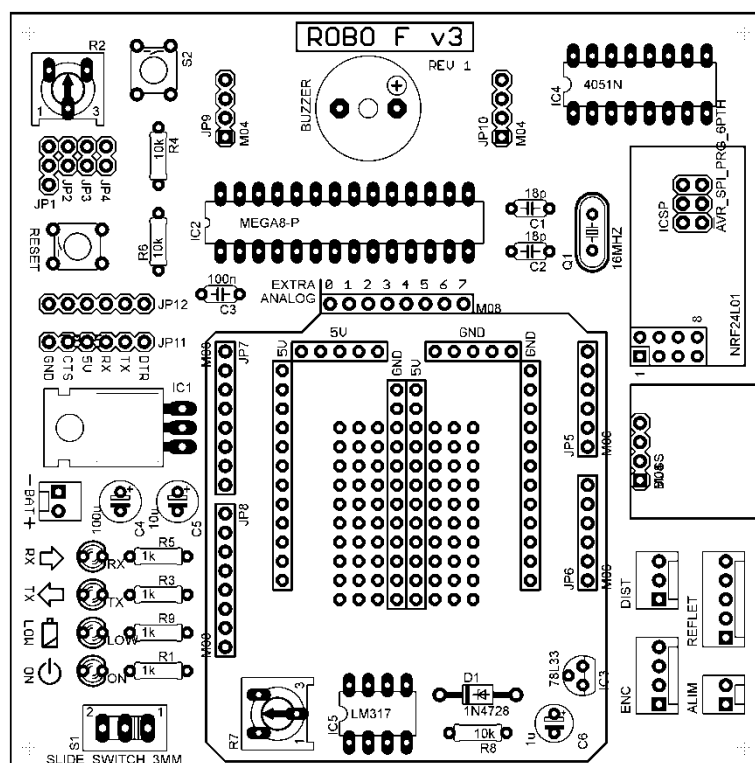

FIGURA 1 - LAYOUT DA PCI “ROBO F V3”
O projeto da placa “Robô F v3” é mostrado na Figura 1. Nessa figura, próximo de cada componente são indicados o seu nome de referência (REF), assim como na placa física, e o seu valor.
2. Todos os soquetes são posicionados com o corte para o lado esquerdo, conforme a Figura 1.
No Apêndice B encontra-se o mapa dos componentes (Figura 6). Esse “mapa” é uma versão da Figura 1 onde cada tipo de encapsulamento dos componentes foi destacado com uma cor diferente. Sua função é facilitar a localização dos componentes na placa.